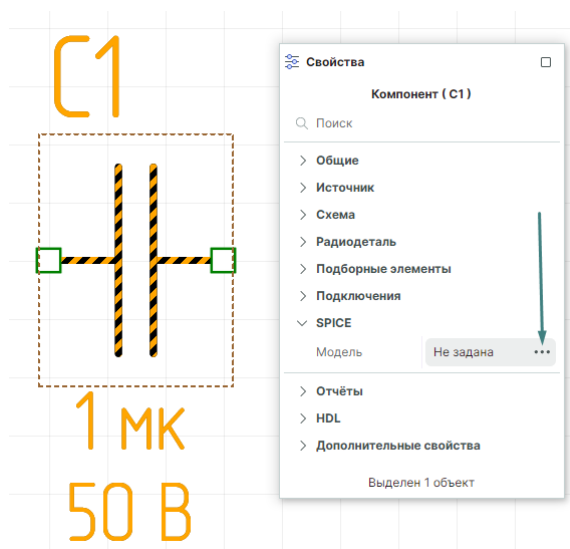

Рис. 17 Добавление SPICE-модели
1. Выделите компонент на схеме и в поле «Свойства» → «SPICE» → «Модель» нажмите символ «...», см. Рис. 17.